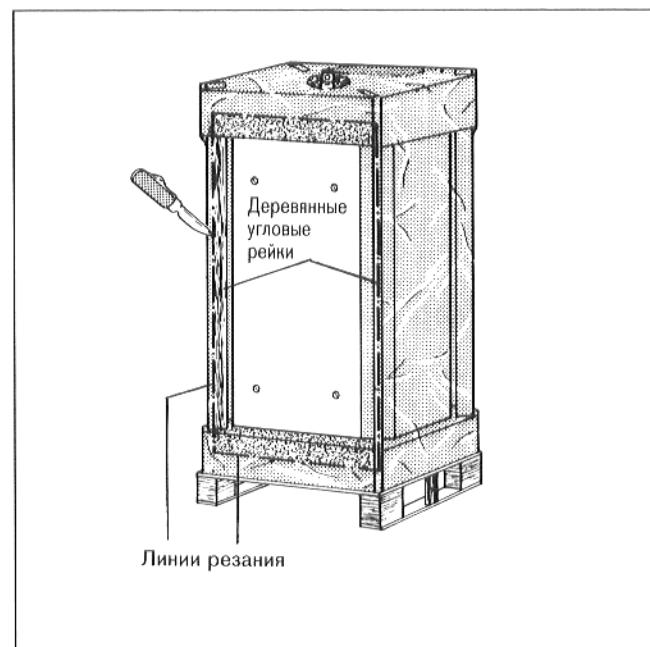

Рис. 16
- Вырезать упаковочную фольгу на стороне, напротив наклейки с надписью "Крепление котла-бойлера", соответственно рис.16, и устраниить **только вырезанную часть**.